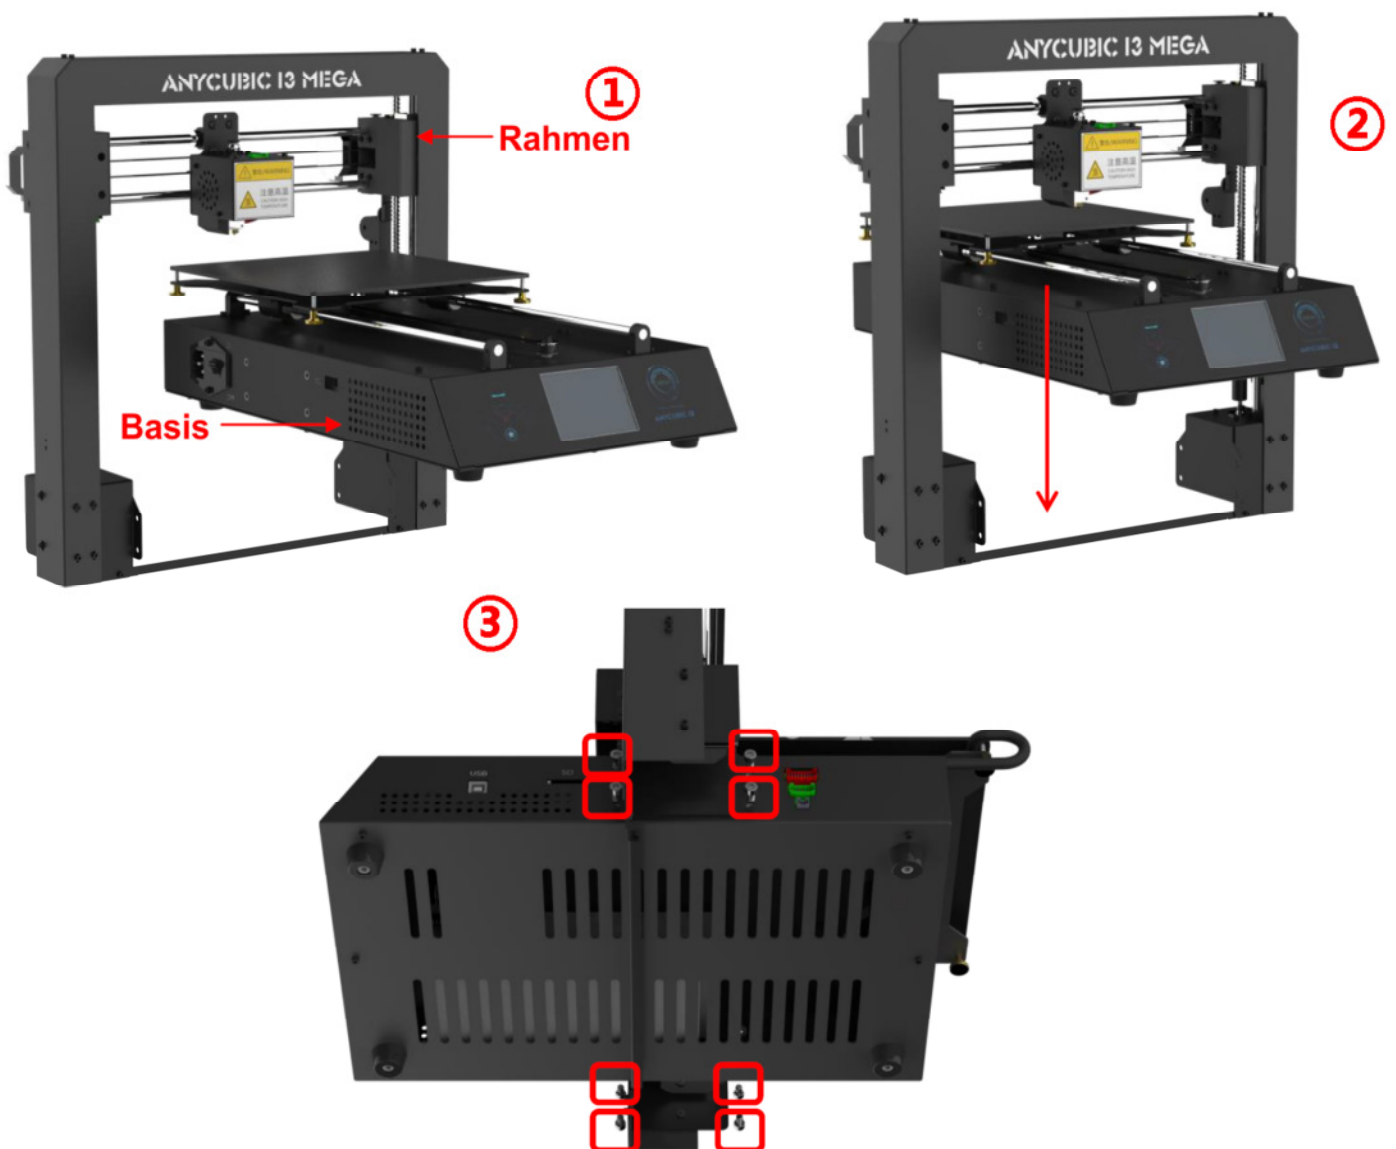

Abbildung 1
Schritt 2 Folgen Sie ① ② ③ in **Abb. 1**. Heben Sie die Basis vorsichtig an, um sie in den Rahmen einzupassen, und befestigen Sie sie mit den 8 M5 * 8 mm Sechskantschrauben.